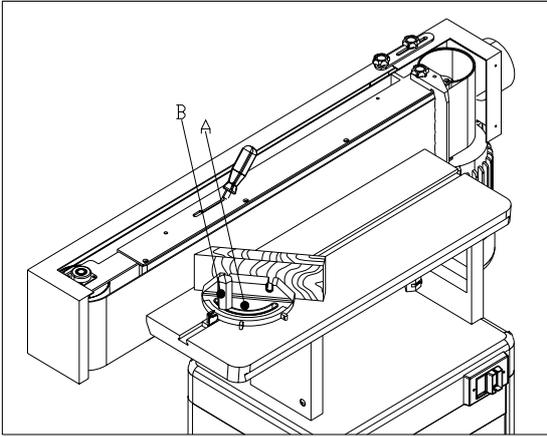

Fig: 5
- 1.MITER GAUGE (A) CAN BE ADJUSTED 45° - 90° AND CLAMPED BY HEX. HANDLE (B), SEE FIG.5
- 2.ADJUST MITER GAUGE(A)2.ADJUST MITER GAUGE(A) TO GET REQUIRED ANGLE GAUGE.